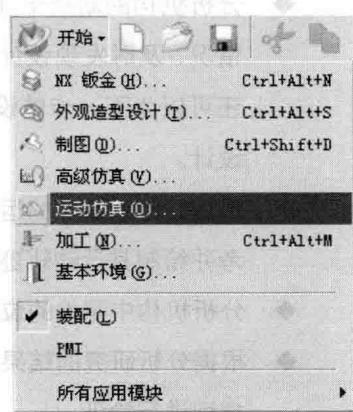

图 1.2.2 “开始”菜单
**步骤 02** 进入运动仿真模块。选择 **开始** → **运动仿真 (M)** 命令，如图 1.2.2 所示，进入运动仿真模块。